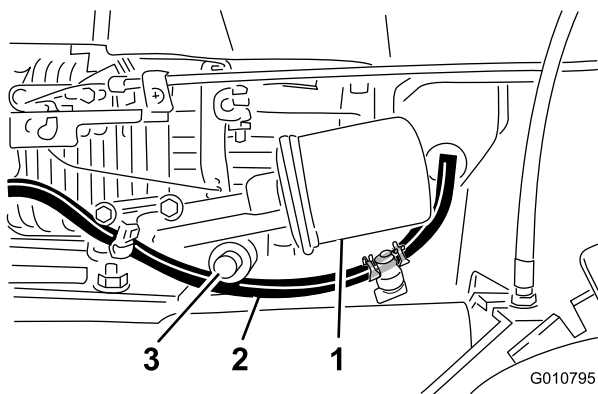

Bild 22
5. Schieben Sie den Ablassschlauch auf das Ölablassventil (Bild 22).
Tauschen Sie den Ölfiler (Bild 22) alle 100 Betriebsstunden oder mindestens einmal pro Jahr aus.